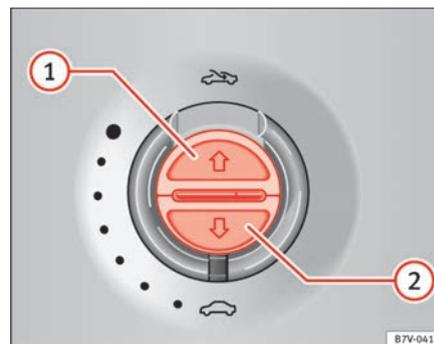

Abb. 63 Im Dachhimmel: Tasten für Sonnenschutzrollo.
Ganz öffnen (Automatiklauf):	Taste ⇒ Abb. 63 ① kurz drücken.
Automatiklauf stoppen:	Taste ⇒ Abb. 63 ① oder Taste ⇒ Abb. 63 ② kurz drücken.
Zwischenposition einstellen:	Taste ⇒ Abb. 63 ① bzw. Taste ⇒ Abb. 63 ② gedrückt halten, bis Position erreicht ist.
Ganz schließen (Automatiklauf):	Taste ⇒ Abb. 63 ② kurz drücken.
- *Sonnenschutzrollo*: Innerhalb von etwa 5 Sekunden nach dem Auslösen der Kraftbegrenzung die Taste ⇒ Seite 108, Abb. 63 so lange drücken, bis das Sonnenschutzrollo vollständig geschlossen ist.